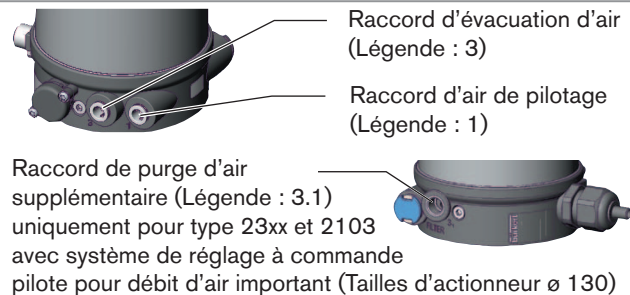

Fig. 8 : Raccordement pneumatique
- Raccorder le fluide de commande au raccord d'air de pilotage (1) (3 ... 7 bars ; air d'instrument, exempt d'huile, d'eau et de poussières).
- Monter la conduite d'évacuation d'air ou un silencieux sur le raccord d'évacuation d'air (3) sur le raccord d'évacuation d'air (3.1) si disponible (voir « Fig. 8 : Raccordement pneumatique »).